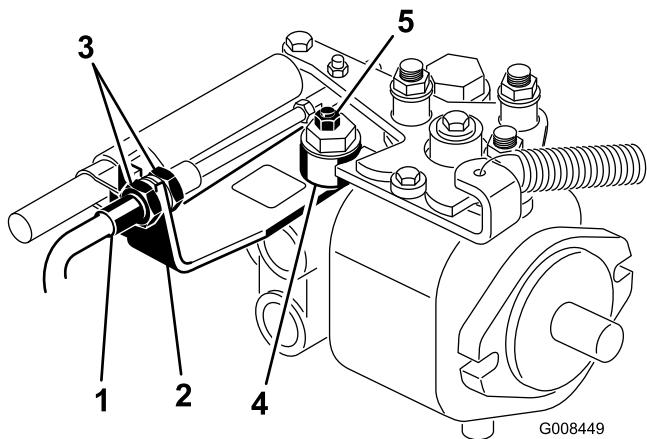

Figura 49
- A. Afloje las dos contratueras que fijan el cable de control de tracción a la mampara del hidrostato (Figura 49). Asegúrese de aflojar ambas contratueras uniformemente, y lo suficiente como para permitir el ajuste.
- B. Afloje la tuerca que sujetta el excéntrico a la parte superior del hidrostato (Figura 49).
- D. Gire el excéntrico hasta que no haya movimiento en ningún sentido. Cuando la rueda deje de girar, apriete la tuerca para bloquear el excéntrico y el ajuste (Figura 49). Compruebe el ajuste con el acelerador en las posiciones Lento y Rápido.
- E. Desde cada lado de la mampara, apriete las contratueras **uniformemente**, fijando el cable de tracción a la mampara (Figura 49). No tuerza el cable.